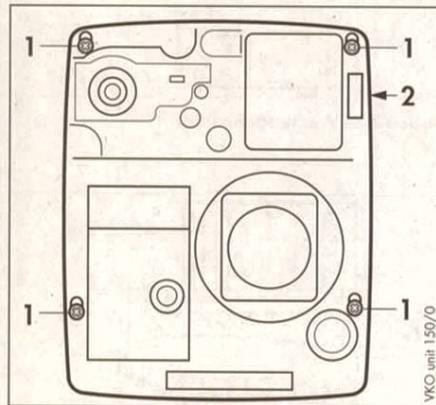

Abb. 12.3 Befestigung Gebläsebrenner
- Heben Sie das Brenneroberteil (3) etwas an und ziehen es dann aus dem Brennergehäuse heraus.
- Hängen Sie das Brenneroberteil mit der Öffnung (2 in Abb. 12.3) an der Befestigungsschraube (1) oben links ein.
Legende zu Abb. 12.3 bis 12.5